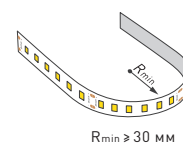

Рис. 4. Вертикальный радиус изгиба ленты
- Вертикальный радиус изгиба ленты — 30 мм (рис. 4).